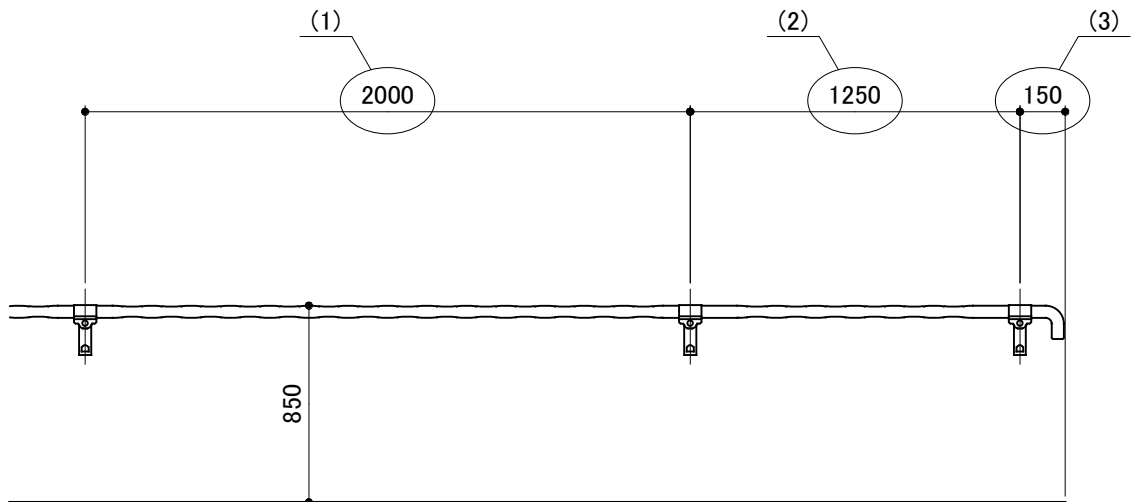

図1
- (1) 型番に「-2 085」と付く場合、2段金具間隔は原則として、2000mm以内とする。
- (2) 端尺スパンは端末側に持っていくことが望ましい。(図1)
- (3) 端末2段金具は、躯体端部より150逃げとする。